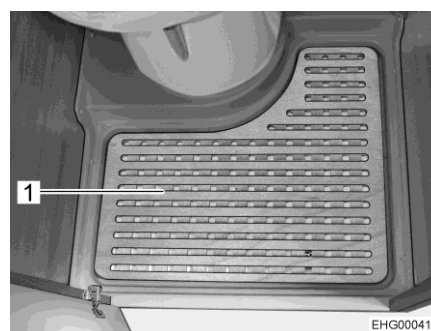

Fig. 70 Plancher amovible
- Retirer le plancher amovible (Fig. 70,1) pour se doucher.